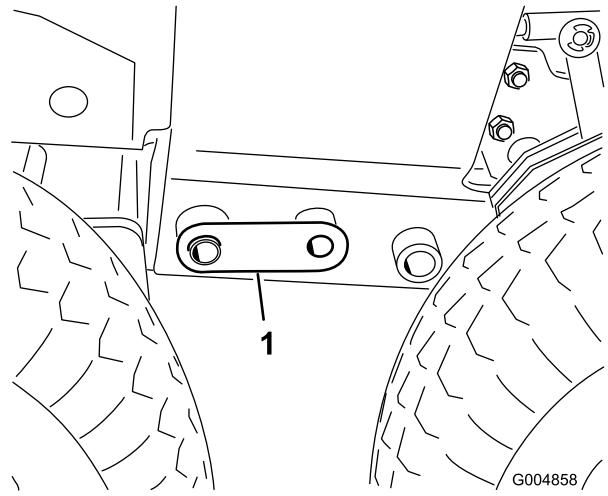

Bild 110
33. Stellen Sie den Wagenheber so ein, dass er mit den 2,5 cm Löchern im Rahmen ausgefluchtet ist, und setzen Sie einen Kupplungsstift an jeder Seite ein (**Bild 110**).